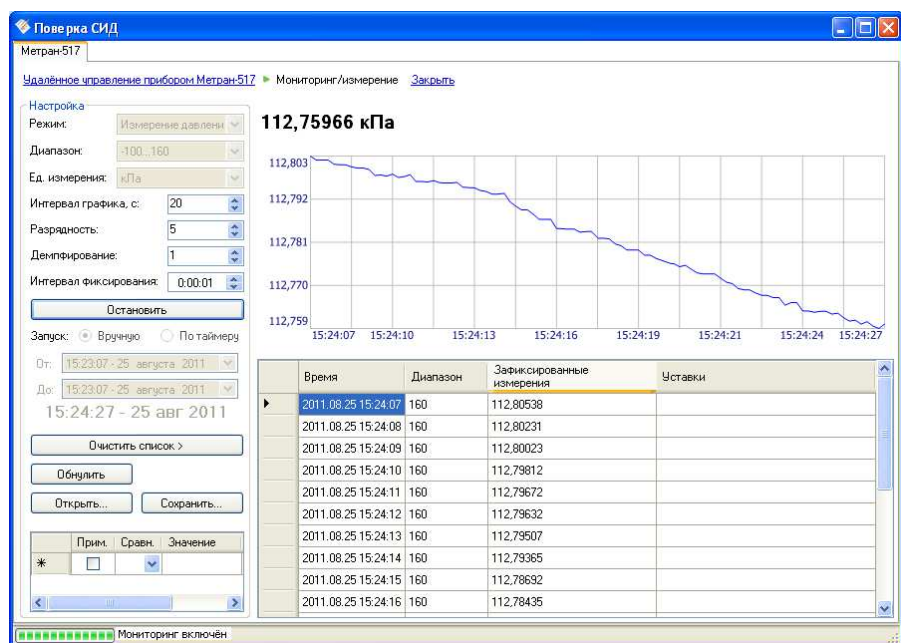

Рисунок 4.68 – Мониторинг/измерение калибратора Метран-517
- Мониторинг/измерение (см. Рисунок 4.68);
В окне программы расположены следующие компоненты (см. Рисунок 4.68):